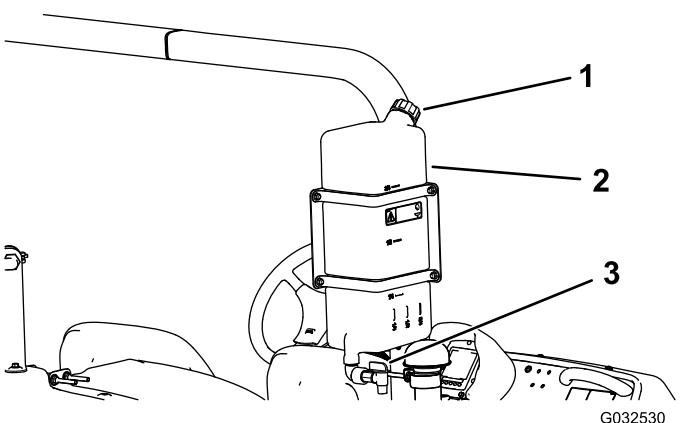

Figura 27
- Per riempire il serbatoio, svitate il tappo sulla parte superiore del serbatoio, riempite il serbatoio con acqua dolce e montate il tappo (Figura 27).
- Per aprire il rubinetto del serbatoio d'acqua dolce girate la leva del rubinetto (Figura 27).